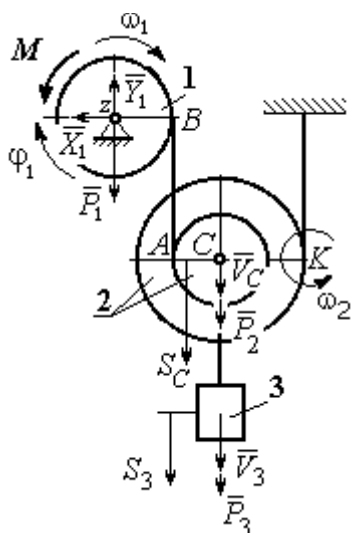

Рис. 5.24. Схема движения механизма
1. Для неизменяемой системы (состоящей из абсолютно твёрдых тел, соединённых нерастяжимыми нитями), движущейся из состояния покоя, теорема об изменении кинетической энергии на конечном перемещении имеет вид $T = \sum A(\vec{F}_k^e)$. Схема движения механизма в предположении, что груз 3 опускается, показана на рис. 5.24.
Во время движения механизма работу совершают силы тяжести \vec{P}_2 , \vec{P}_3 и пара сил с моментом M . Перемещения S_C и S_3 точек приложения сил \vec{P}_2 , \vec{P}_3 и угол φ_1 поворота диска 1 показаны на рис. 5.24.